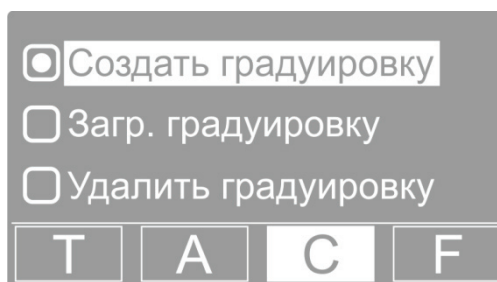

Рисунок 12 - Меню работы с градуировками.
3. Используя кнопку **РЕЖИМ** перейдите в режим С. На дисплее отобразится меню работы с градуировками (Рисунок 12).